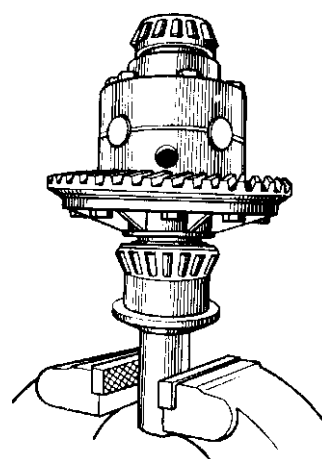

Рис. 9.10. Предварительная напрессовка внутренних колец подшипников дифференциала
1. Напрессуйте внутренние кольца подшипников (рис. 9.10) дифференциала на шейки собранного дифференциала до упора.